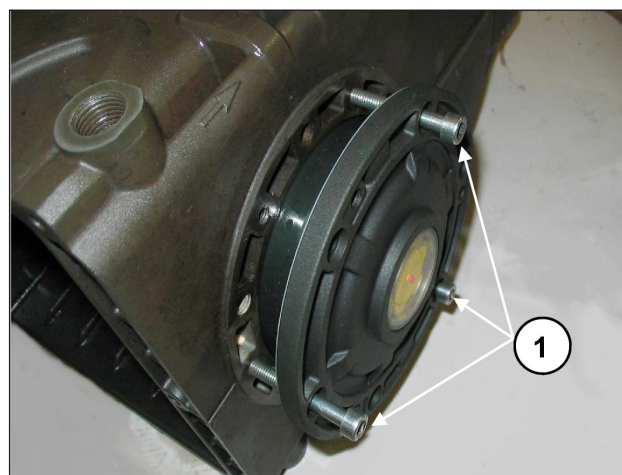
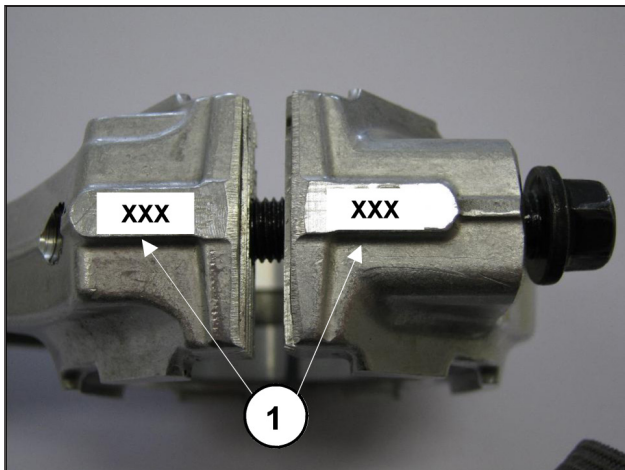

Fig. 8
Fig. 9
Para facilitar la introducción del primer tramo y de la correspondiente introducción de las tapas sobre el cárter, se recomienda utilizar N° 3 tornillos M6 x 40 parcialmente roscados, (Fig. 8, pos. ①) para después completar la operación con los tornillos incluidos en la dotación (M6x18).
- Acoplar los sombreretes de la biela a los correspondientes cilindros siguiendo la numeración (Fig. 9, pos. ①).
Después de haber desmontado las tapas laterales, tal y como se indica en el punto 2.1.1, retirar el casquillo externo de los cojinetes de las correspondientes tapas y el casquillo interno con la parte restante del cojinete, de los dos extremos del eje utilizando un normal "arrancapasador" o herramienta equivalente como se indica en las Fig. 8 y Fig. 9.